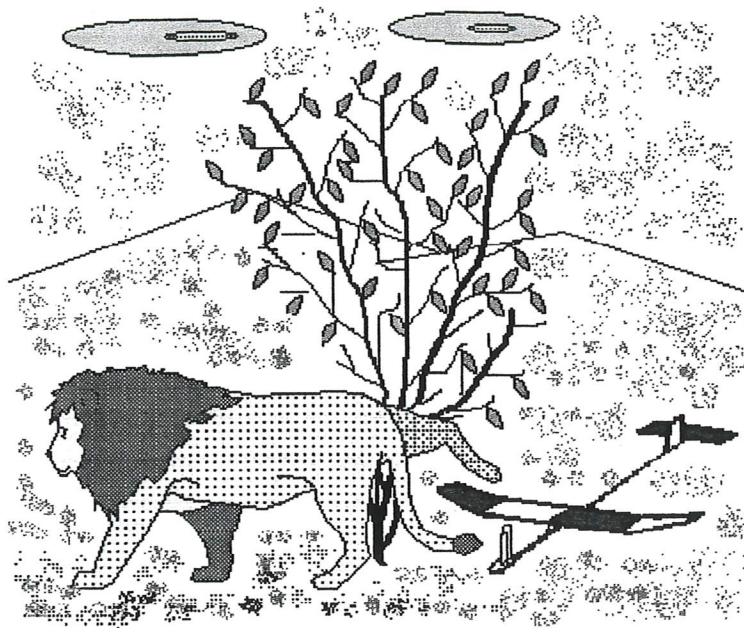

Figure 4 L'attitude du gouvernement vis-à-vis de nos conquêtes
- pourquoi le lieu de la savane hausse sa patte derrière à la base du grand buisson (*figure 4*)?;